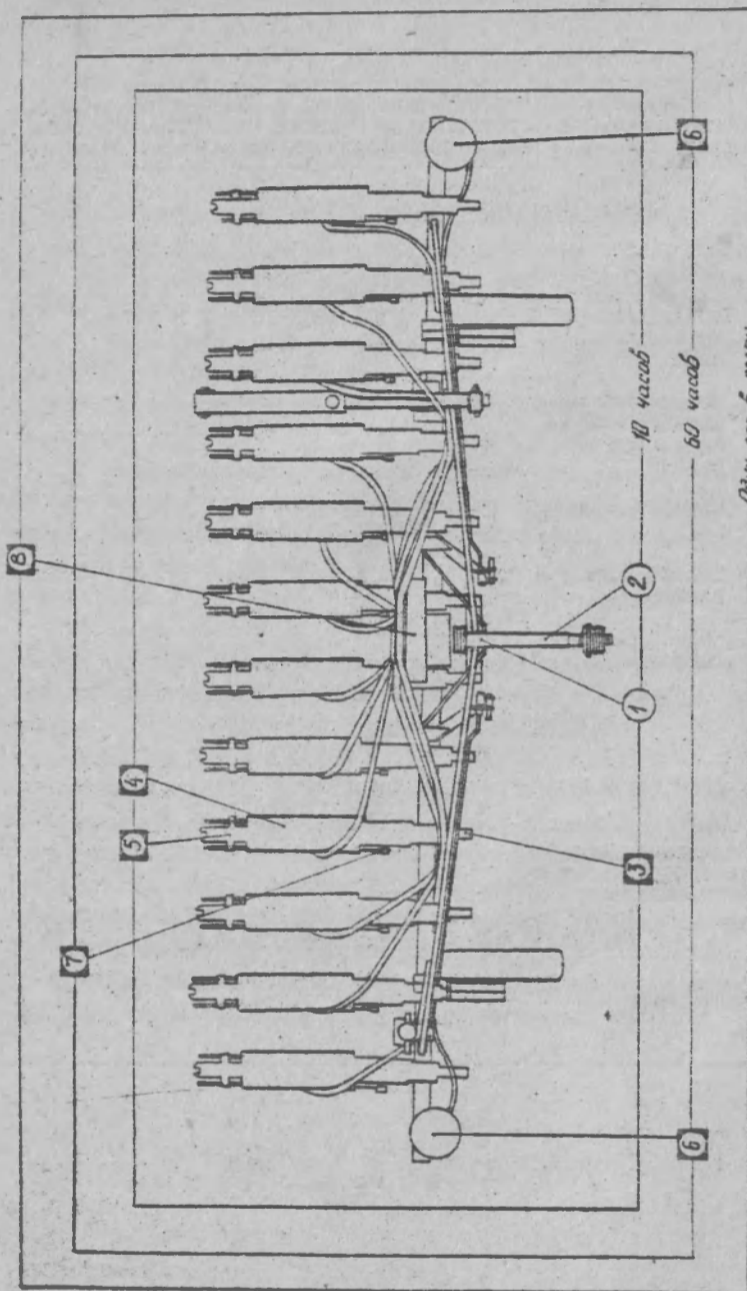

Рис. 11. СХЕМА МАШИНЫ СЕРИИ
6) смажьте сеялку согласно таблице 6 и схеме смазки рис.11;
5) смажьте сеялку согласно таблице 6 и схеме смазки рис.11.
6) замените смазку согласно таблице 6 и схеме рис.11. Проверьте и, при необходимости, дополните смазку (Литол-24) в игольчатых подшипниках резиновых роликов высевающих аппаратов.
8.4.1 Смазку сеялки производите в соответствии с таблицей 6 и схемой смазки (рис.11) своевременно и в достаточной степени.